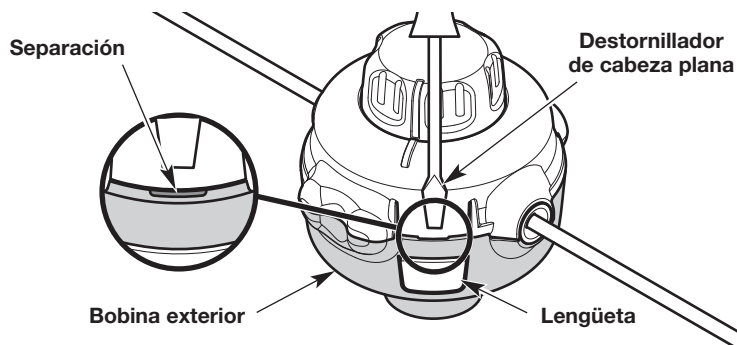

Fig. 21
- a. Presione con firmeza una lengüeta del cabezal de corte con su pulgar (Fig. 21). **NO** presione la lengüeta con un destornillador u otro objeto.
- b. Continúe presionando la lengüeta. Inserte un destornillador de cabeza plana dentro de la separación entre la bobina exterior y la lengüeta (Fig. 21).